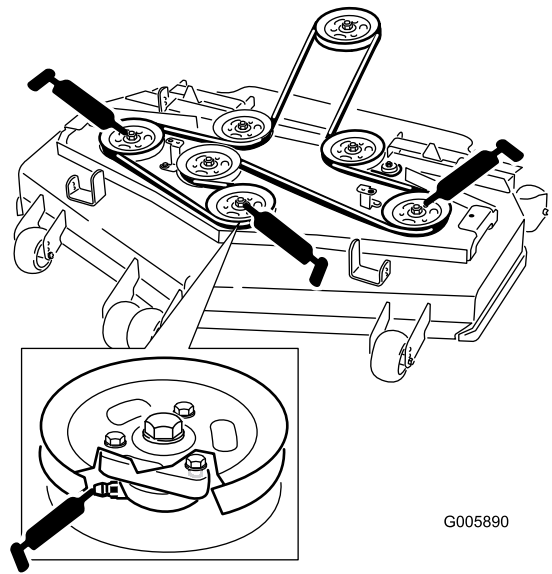

Figure 30
4. Lubrifiez les roulements des trois axes sous les poulies jusqu'à ce que la graisse sorte par les joints inférieurs (Figure 30).
5. Lubrifiez les graisseurs des bras de poussée (Figure 30).